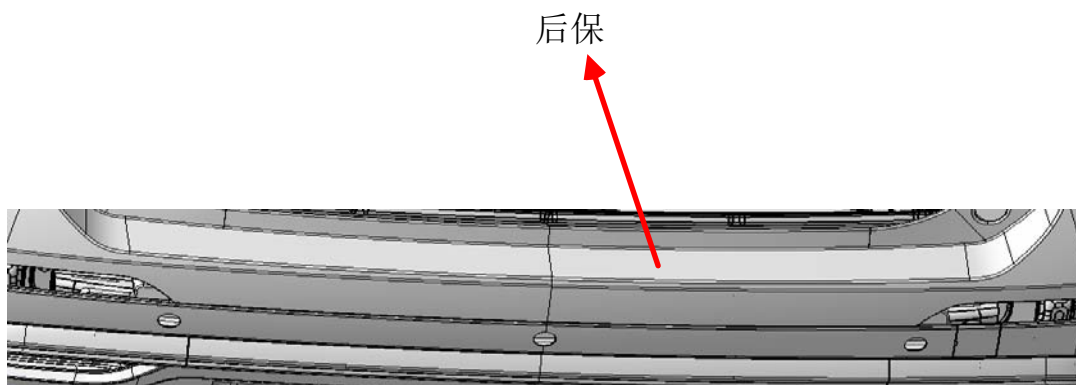

图 9
5.1 步骤 1（图 9 所示）：找到后背门天线的安装位置，在后保险杠正前方的钣金上；
- 3) 安装后保及其相关附件，如图 9 所示；